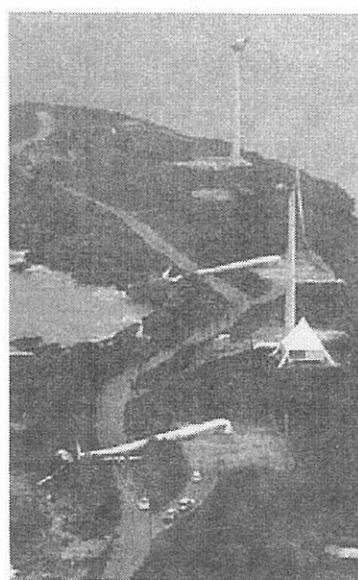

図4 2003年、台風14号により倒壊した宮古島の風車（写真出所：朝日新聞Webサイト）
- ① 台風被害： 2003年9月、宮古島は台風14号により7基の風車全てが倒壊またはブレード飛散等の被害を被った（図4）。
- ② 冬季雷被害： 東北・北陸地方の日本海沿岸部で頻繁に風車の雷被害が発生している。
- ③ 高乱流・高突風： 複雑地形・山岳性気象により国際標準を超える強い乱流強度や突風が観測されている。
- ④ 電力品質問題： 系統電力の弱小な地域では風力電力が電力品質を害する危険があり、導入規模が制限されている。
- ⑤ 洋上風力への足踏み： 海洋国でありながらわが国は洋上への進出を足踏みしている。以上のように、わが国の立地・気象環境（いわゆる外部条件）は欧米よりも厳しい側面が多く、安定した風力開発を定着させる上で正念場を迎えており。政府（経済産業省）も日本型外部条件に対応できる技術基準や標準化の研究の必要性を認識しており、積極的な施作が期待